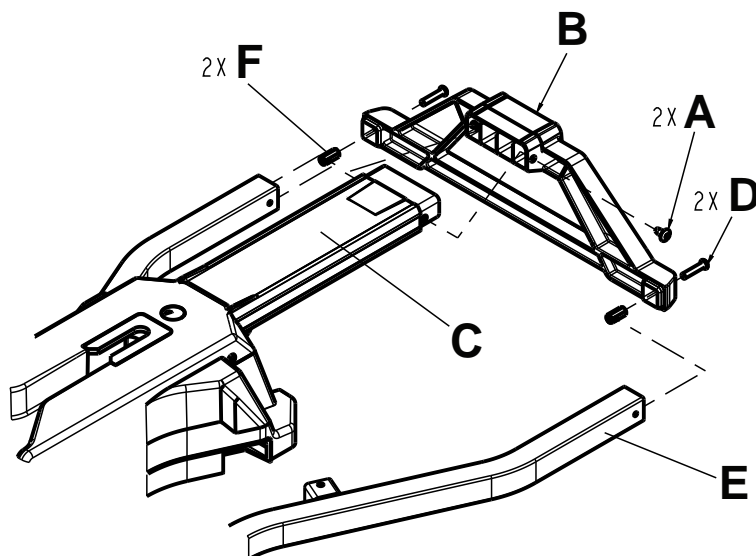

Figure 7 – Remplacement du support de rail de la barre de sécurité
1. À l'aide d'une clé Torx T27, enlever les deux vis (A) reliant le support du rail de la barre de sécurité (B) au rail de la barre de sécurité (C) (Figure 7). Conserver les vis.
2. À l'aide d'une clé Torx T27, enlever les deux vis (D) reliant le support du rail de la barre de sécurité (B) aux rails de guidage (E) (Figure 7). Conserver les vis. Jeter le support de rail de la barre de sécurité.
Remarque - S'assurer que les deux coupleurs hexagonaux (F) sont au centre des rails de guidage (E) avant de réinstaller (Figure 7).